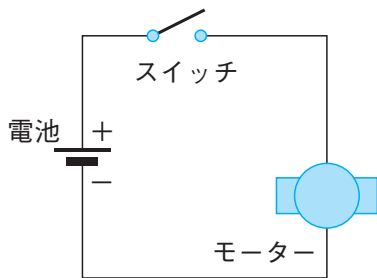

図2 モーター+スイッチ+電池
- ① 図2においてDC モーターに電池をつなぐと、その瞬間に最大加速度を生じます。その後速度が増すと加速度は小さくなり、ついには最大速度に到達し、そのまま最大速度で進行します。
- ① 図2の回路の場合、スイッチ OFF と同時にモーターの端子間を開放にすると、モーターは停止動作に何も影響を与えず、オート台車は止めようとする転がり摩擦抵抗力によって等加速度運動を行い、自然停止します。